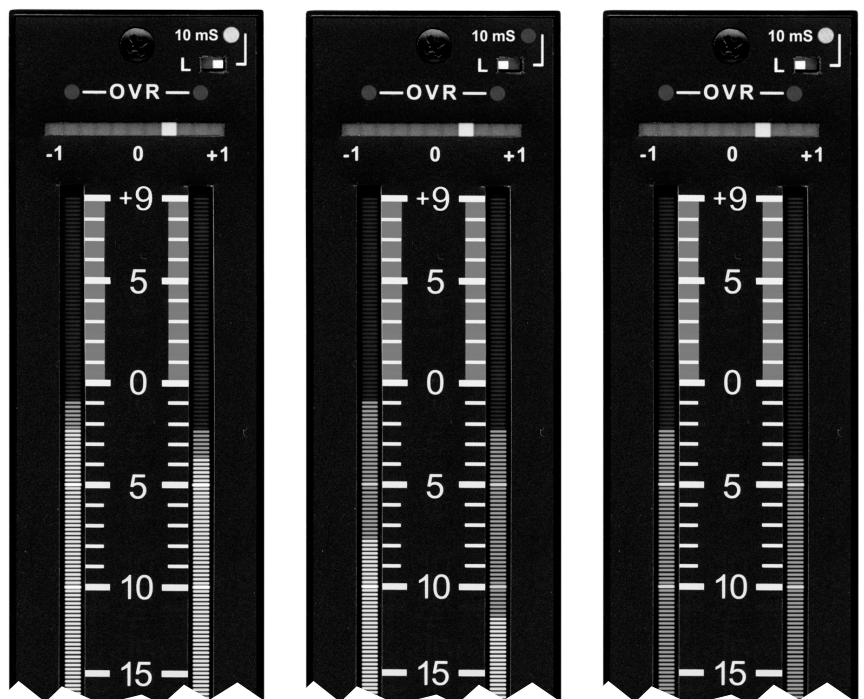

Bild 1-2: Beispiel 1
- LED: 10 ms - Die rote LED rechts bzw. oberhalb des Bargraphen des unteren bzw. rechten Kanals signalisiert im Normalbetrieb die Umschaltung von der Loudnessanzeige (Bild 1-2, Beispiel 2) auf die 10 ms integrierte Pegelanzeige (Bild 1-2, Beispiel 1). Ist jedoch durch externe Beschaltung (siehe Abschnitt 2.4., Pin 16a) die „nur 10 ms“-Anzeige aktiviert, leuchtet die LED unabhängig von der Schalterstellung des Schiebeschalters „L/10 ms“ (Bild 1-2, Beispiel 3).
- SCHIEBESCHALTER: L/10 ms - Dieses Bedienelement oder die gleichnamige externe Funktionswahl gestattet die Auswahl zwischen der LOUDNESS-Anzeige (Bild 1-2, Beispiel 2) oder einer mit 10 ms integrierten Peakanzeige (Bild 1-2, Beispiel 1). Die Darstellung erfolgt in beiden Fällen als zusätzlicher hellgesteuerter Bargraph über dem „normalhellen“ samplengenauen Bargraphen.